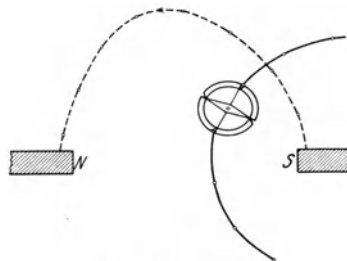

Fig. 146.
b) Zeichne mit der Bussole 7 bis 8 Kraftlinien und ebensoviele Waglinien (Fig. 146). Bei der Aufnahme der Waglinien drehe man die Bussole so, daß die Nadel über dem einen Strich der Grundplatte steht, und merke dann die Enden des Strichs an, der auf jenem senkrecht steht. Punktire die Kraftlinien und ziehe die Waglinien aus. Welche Winkel bilden die Kraft- und Waglinien miteinander?